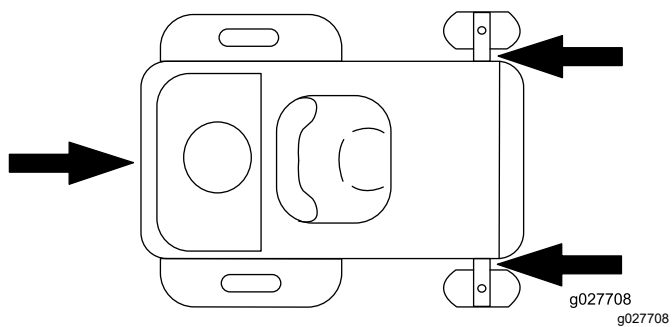

Figure 31
- Arrimez la machine près des roues pivotantes avant et du cadre arrière à l'aide de sangles, chaînes, câbles ou cordes (Figure 31). Reportez-vous à la réglementation locale concernant les exigences en matière d'arrimage.